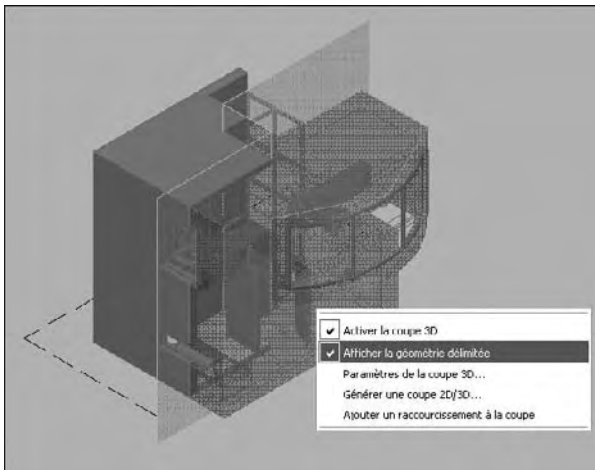

Fig.8.13
- 3 Vous pouvez néanmoins afficher la partie délimitée avec des propriétés spécifiques en sélectionnant l'option **Afficher la géométrie délimitée** (Show cut-away geometry) du menu contextuel (fig.8.13).